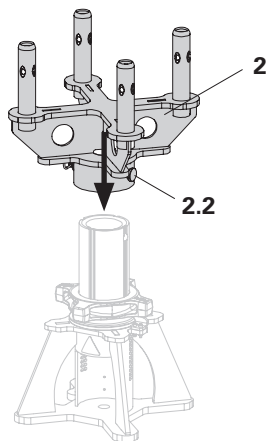

Fig. A1.02a
- Posizionare il raccordo UJC (**2**) con il perno di collegamento (**2.2**) sul tubo filettato. (Fig. A1.02a)